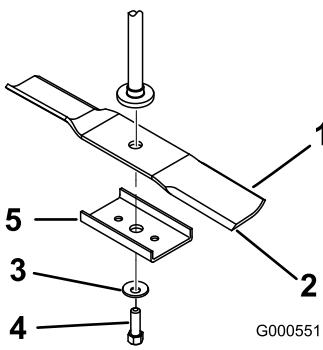

Figura 38
Sujete el extremo de la cuchilla usando un trapo o un guante grueso. Retire del eje el perno de la cuchilla, la arandela curva, el refuerzo de la cuchilla y la cuchilla (Figura 38).
2. Instale el refuerzo de la cuchilla, la arandela curva (con la copa hacia la cuchilla) y el perno de la cuchilla (Figura 38).
1. Instale la cuchilla en el eje (Figura 38).